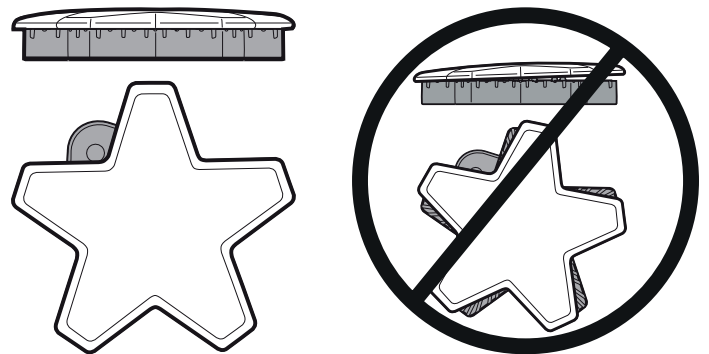

Figura 7: Tapa de quemador colocado correctamente
- Compruebe cada quemador para asegurarse de que no hay espacio entre la tapa y la base del quemador. Vea *Figura 7* para ejemplos de tapa de quemador instalada correctamente e incorrectamente.
- Puede intentar mover con cuidado las tapas de los quemadores lateralmente para asegurarse de que estén colocadas correctamente en su base. Cuando es el caso, las tapas están rectas en la base y cubren completamente la base del quemador en forma de estrella al mirarla desde arriba, como se muestra en la *Figura 7*.